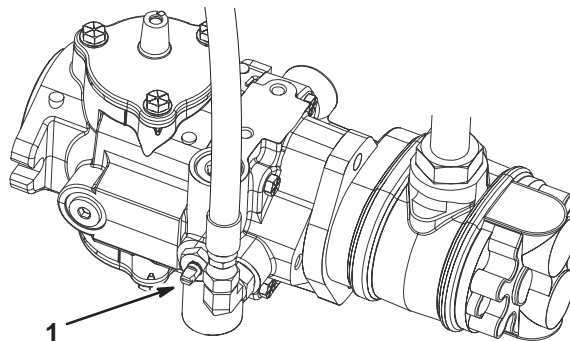

Bild 32
1. Finden Sie das Bypassventil an der Pumpe und drehen Sie es, so dass der Schlitz vertikal ist (Bild 32).
2. Schließen Sie vor dem Starten des Motors das Bypassventil. Drehen Sie den Schlitz des Ventils in die horizontale Stellung (Bild 32). Starten Sie den Motor nie, wenn das Ventil noch offen steht.